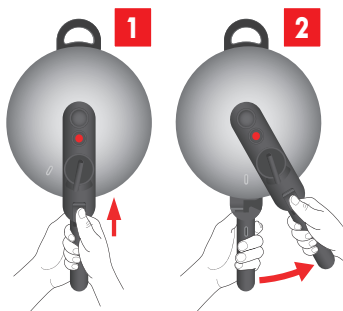

Abb. 18: Deckel öffnen
3. Schieben Sie den Öffnungsschieber in die vordere Position und drehen Sie den Deckel bis zum Anschlag gegen den Uhrzeigersinn (siehe Abb. 18).